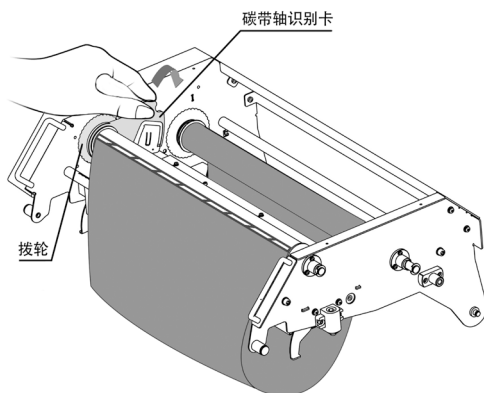

图 2.5.3
- 3) 将碳带从打印头组件下方绕过，粘在空碳带轴上，拨动碳带回收轴拨轮，使碳带绷紧，并将碳带识别卡旋转到位（如图2.5.3）；